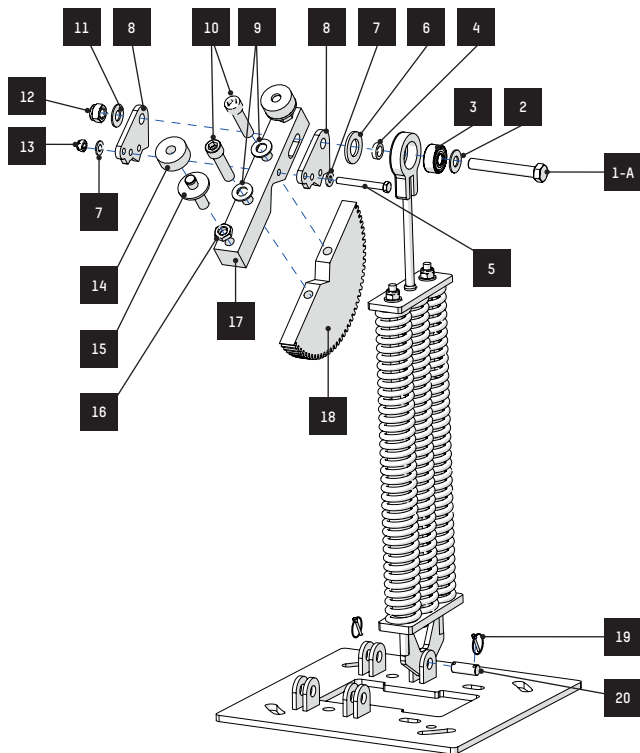

Fig. 37 - Montering av en fjäderenhets (1 till 3 fjädrar)
- Håll bromsfrigöringsspaken intryckt (⇒ ref. 16, kap. 5.5.2, s. 18) och lyft armen för hand för att sedan släppa den:
**För drift med automatisk armlyftning** (AVR modeller - (tillbehör) Vid strömavbrott måste fjäderspänningen justeras så att armen lyfts långsamt och helt upp till sitt vertikala läge. Kontakten mellan det övre stoppet (⇒ ref. 14, fig. 37) och ramen får inte vara för hård, eftersom detta leder till snabb slitage.
1. Dra åt eller lossa muttrarna (⇒ ref. 3, kap. 5.5.5, s. 21) för att spänna respektive fjädrar hårdare eller mjukare.
2. Om denna justering inte räcker, ändra inställningen på excentriken (⇒ Ref. 8, fig. 37):
- c. Lossa de centrala fjäderstängerna (⇒ ref. 1, kap. 5.5.5, s. 21) genom att skruva loss muttern några varv (⇒ ref. 12, fig. 37).
- d. Ta bort bulten helt (⇒ Ref. 5, fig. 37) och var noga med att inte tappa de platta brickorna (⇒ Ref. 7, fig. 37) eller muttern
- e. (⇒ Ref. 13, fig. 37).
- f. Placera excentriken (⇒ Ref. 8, fig. 37) i navet (⇒ Ref. 17, fig. 37) enligt önskad konfiguration:
- g. Skruva tillbaka bulten (⇒ ref. 5, fig. 37), brickorna (⇒ ref. 7, fig. 37) och muttern (⇒ ref. 13, fig. 37).
- h. Dra åt bulten (⇒ ref. 5, fig. 37).